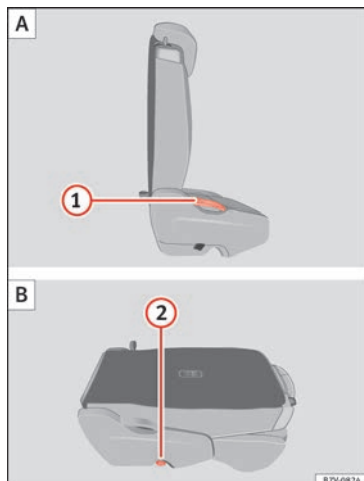

Fig. 87 Segunda fila de asientos: pliegue el asiento trasero A, asiento trasero como superficie de carga B.
- Retire los objetos de la zona reposapiés situada delante y detrás del asiento trasero » ①.
- Tire de la palanca » fig. 87 ① hacia arriba y pliegue el respaldo hacia delante. La banqueta completa se pliega hacia delante » △.
- Baje el respaldo plegado hacia delante hasta que esté encastrado en la posición de la superficie de carga » fig. 87 B.
- Tire de la palanca » fig. 87 ① hacia arriba y coloque el respaldo en vertical. El asiento completo se pliega hacia atrás.